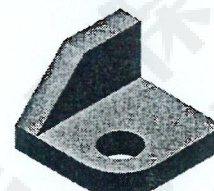
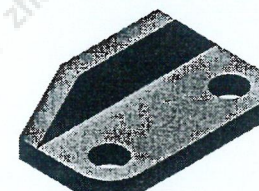

图8
图9
14. 由图8所示的形体创建图9所示的对称形体, 使用什么命令最快捷? 【      】